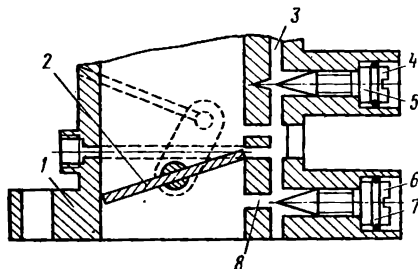
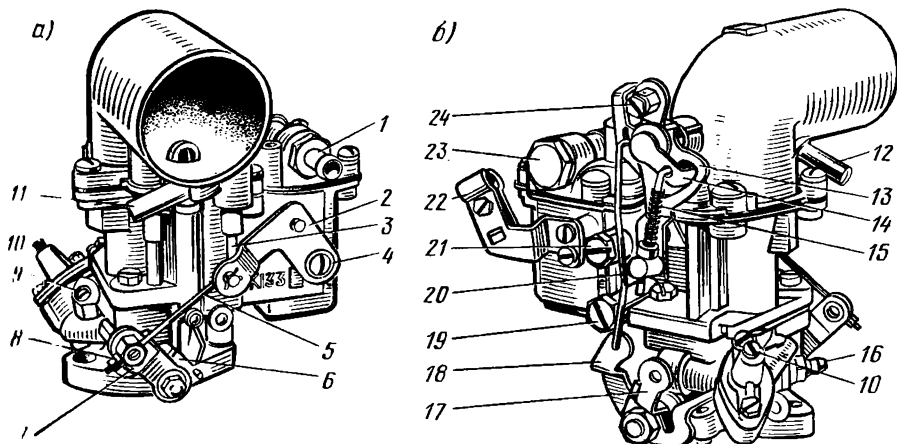
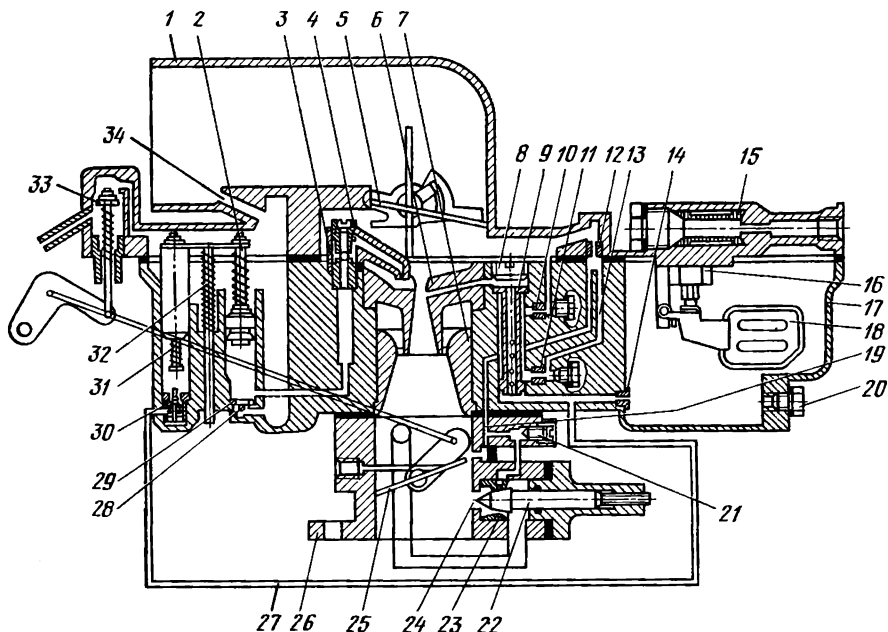
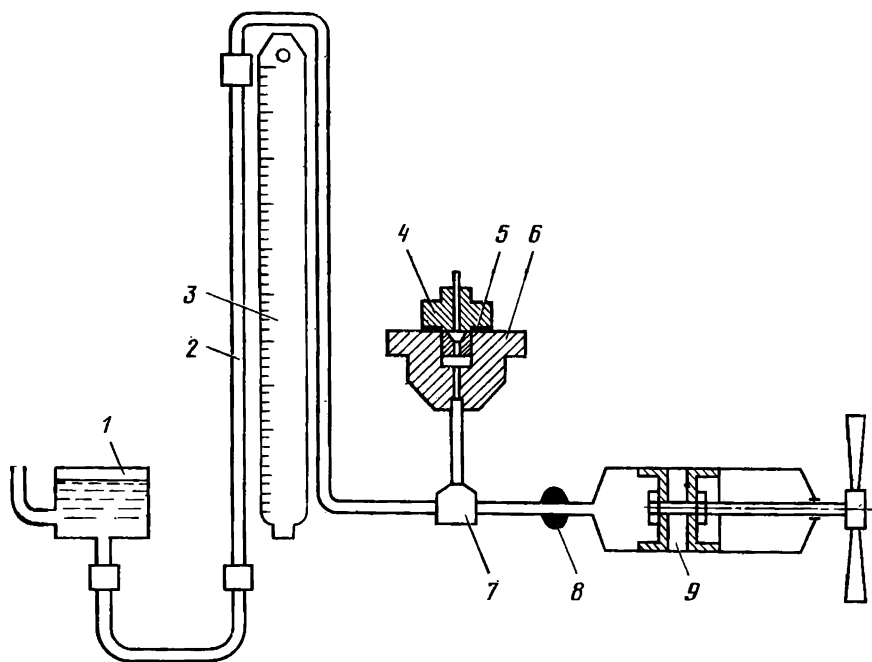

Рис. 27. Система холостого хода карбюратора К-127:
Рис. 28. Карбюратор К-133А:
Рис. 29. Схема карбюратора К-133А:
Рис. 30. Проверка топливного клапана карбюратора на герметичность:
Схема системы холостого хода карбюратора К-127 представлена на рис. 27. Общий вид карбюратора К-133А показан на рис. 28, а схема карбюратора — на рис. 29.
Верхняя часть включает входной патрубок с воздушной заслонкой 5 (см. рис. 29) и крышку 1 поплавковой камеры. В крышке раз-
*Главная дозирующая система* обеспечивает питание двигателя на всех режимах, кроме холостого хода. Она состоит из экономайзера с клапаном 30 (см. рис. 29) и жиклером, главного топливного жиклера 14, установленного в поплавковой камере, эмульсионной трубки 9 и воздушного жиклера 10. Доступ к главному жиклеру возможен только после того, как вывернута пробка.
*Система холостого хода* включает топливный 11 (см. рис. 29) и воздушный 12 жиклеры, а также каналы 13 и 19. Канал 19 имеет два расположенных на различной высоте выходных отверстия 24: верхнее и нижнее, перекрывающиеся регулировочным винтом 22.
Доступ к главному жиклеру 14 (см. рис. 29) открывается снаружи карбюратора после вывертывания пробки 20, к жиклеру клапана экономайзера 30— после снятия крышки 1 поплавковой камеры, к топливному жиклеру 11— после вывертывания пробки 19 (см. рис. 28), к воздушному жиклеру 10 (см. рис. 29)— после вывертывания пробки 21 (см. рис. 28).
топливного клапана 15 (см. рис. 29). Признаком засорения клапана является переполнение уровня топлива в поплавковой камере, в результате чего бензин будет вытекать через жиклер 10, что может вызвать при движении автомобиля или при работе двигателя
на неработающем двигателе вернуть винты 21 и 22 (см. рис. 29) до отказа, а затем отвернуть их на 2,5...3,0 оборота;
Проверка работы ускорительного насоса производится при наличии ощутимых провалов в работе карбюратора (задержка в реакции на переходных режимах). Для проверки насоса необходимо: снять крышку 1 поплавковой камеры (см. рис. 29); вывернуть топливоподводящий винт 4 и снять распылитель 3; нажав на рычаг дроссельной заслонки, убедиться, что в отверстие подается бензин; топливоподводящий винт и распылитель продуть сжатым воздухом и установить их на место; проверить работу ускорительного насоса — за 10 рабочих ходов поршня ускорительного насоса производительность должна быть не менее  $9 \text{ см}^3$ ; произвести установку крышки поплавковой камеры.
Проверку герметичности топливного клапана 15 (см. рис. 29) производят тогда, когда наблюдается течь бензина через шток привода ускорительного насоса и в других местах, а также при увеличенном расходе топлива. Проверка клапана производится на специальном вакуумном приборе. Схема прибора приведена на рис. 30. При проверке клапан следует установить в корпус 6 прибора, создать насосом 9 разрежение в контрольной трубке, подняв уровень воды до отметки 1000 мм и закрыть кран 8. Клапан считается герметичным, если в течение 30 с уровень воды снизился не более чем на 10 мм. При